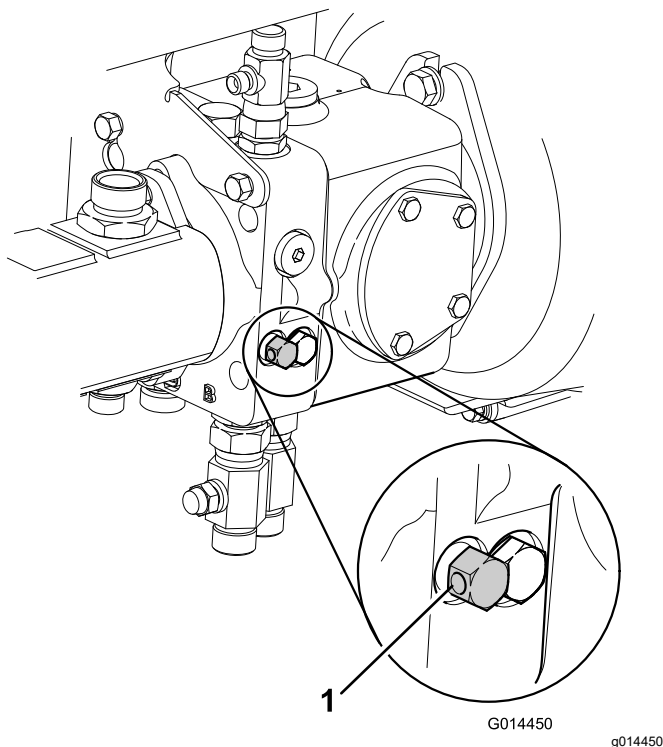

Bild 46
1. Nehmen Sie die hydraulische Betriebsbremse außer Betrieb, indem Sie das Sicherheitsventil (befindet sich unter der Getriebepumpe), um maximal drei Umdrehungen nach links drehen (Bild 46).